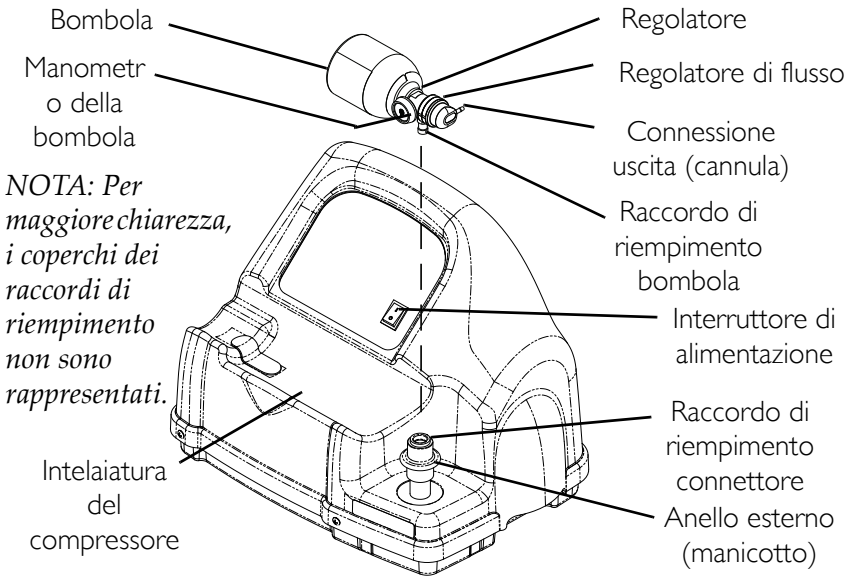

FIGURA 4.2 Connessione della bombola al compressore
NOTA: Per questa procedura, fare riferimento alla FIGURA 4.1 a pagina 186 e alla FIGURA 4.2 a pagina 188.
1. Esaminare il manometro della bombola. Se la pressione della bombola è **inferiore** a 10342 kPa (1500 psig), passare al PUNTO 2 (FIGURA 4.2).
2. Portare il regolatore di flusso della bombola su Off (FIGURA 4.2).
5. Afferrare il complesso bombola/regolatore nell'area retrostante il manometro della bombola (FIGURA 4.2).
6. Posizionare la bombola nell'intelaiatura del compressore (FIGURA 4.2).
7. Allineare il raccordo di riempimento della bombola con il raccordo di riempimento del connettore (FIGURA 4.2).
8. Tirare in ALTO l'anello esterno (manicotto) del raccordo di riempimento del connettore spingendo contemporaneamente in BASSO il complesso bombola/regolatore per collegare il raccordo di riempimento della bombola al raccordo di riempimento del connettore (FIGURA 4.2).